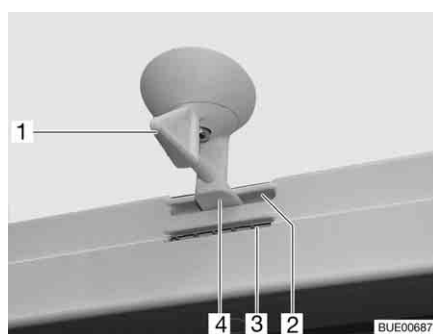
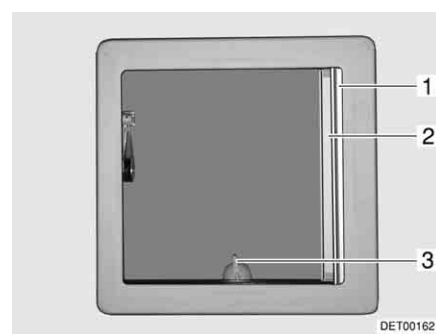

Fig. 59 Oblò inclinabile, bloccaggio
Fig. 60 Oblò inclinabile
- Ruotare la leva (Fig. 59,1 o Fig. 60,3) di un quarto di giro.
- Girare la leva di un quarto di giro. Il bloccaggio (Fig. 59,4) deve entrare nella feritoia inferiore (Fig. 59,3).
- Girare la leva di un quarto di giro. Il bloccaggio (Fig. 59,4) deve entrare nella feritoia superiore (Fig. 59,2).
- Tirare la tendina oscurante pieghevole (Fig. 60,1) fino alla posizione desiderata e rilasciare. La tendina oscurante pieghevole rimane in questa posizione.
- Estrarre la zanzariera a rullo (Fig. 60,2) fino a quando non scatta il bloccaggio dalla parte opposta.